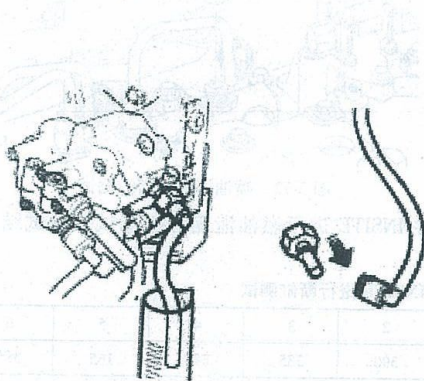

图 2-70 高压油泵回油量测试
1) 断开高压油泵回油出口快换接头, 使用燃油系统测试工具(零件号为 4918464)堵住断开的回油总管, 并在高压油泵回油出口处安装专用工具(零件号为 4918434), 将高压油泵的回油导入一个带刻度的容器中, 见图 2-70。